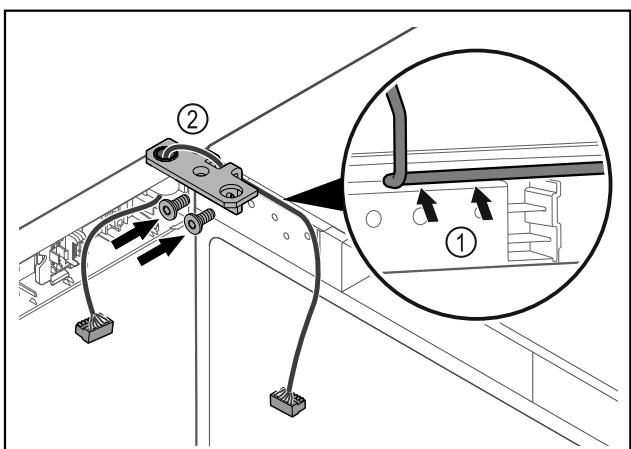

Fig. 45
- Kabel speljite skozi izrez tečaja kotnika in ga previdno zložite Fig. 45 (1).
- Privijte kotnik tečajev vrat Fig. 45 (2).